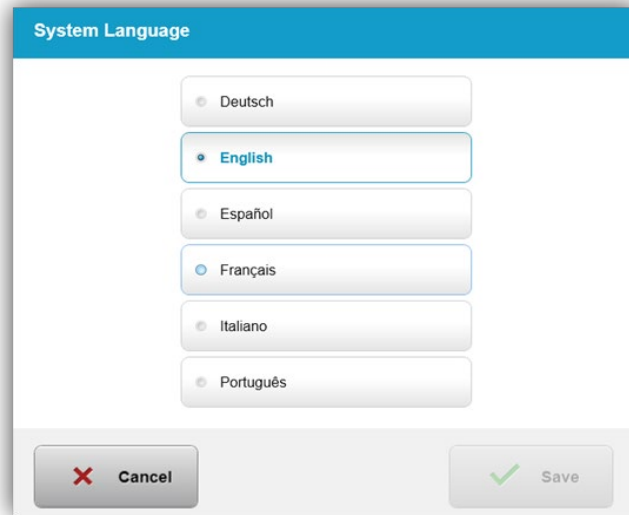

Abbildung 3-53. Bearbeiten der Systemsprache
- Wählen Sie die gewünschte Sprache aus dem Menü aus (siehe Abbildung 3-53).